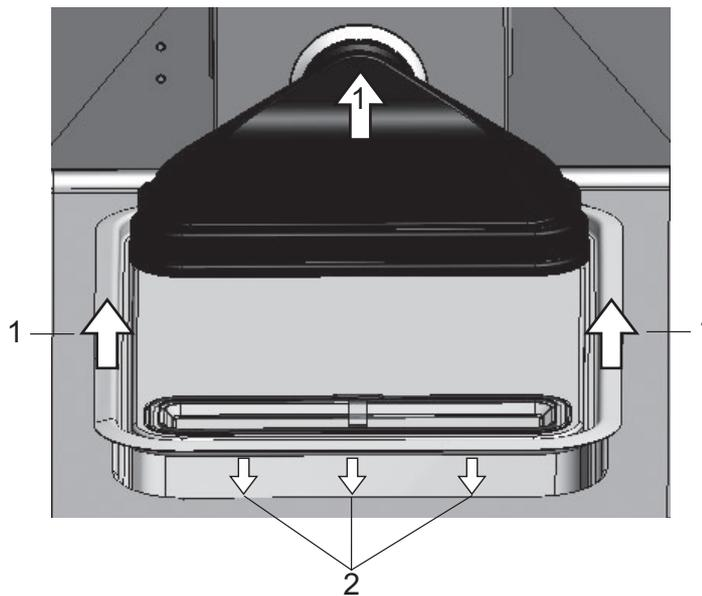

Figura 4-7. Montar la Airbox
7. Levantar la tapa del depósito de agua en el lado frontal y empujarla en dirección pared posterior (1/Figura 4-7).
9. Dejar deslizar el borde delantero de la tapa del depósito de agua dentro del depósito de agua (2/Figura 4-7). En este proceso se desliza la tubuladura de la Airbox en la salida del ventilador.